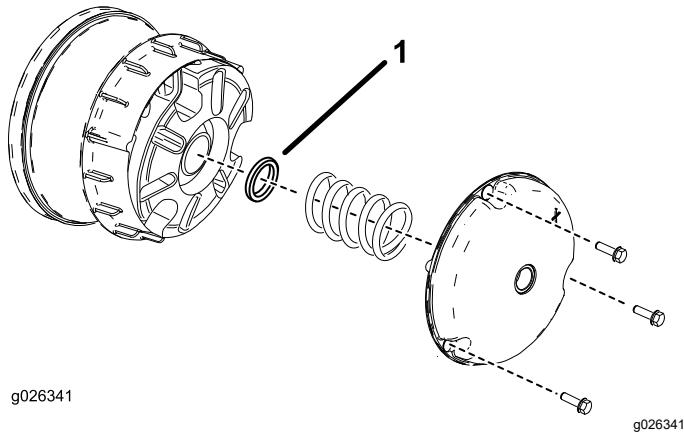

Figura 62
2. Retire los pernos que sujetan la tapa del embrague primario, según se muestra en Figura 62.